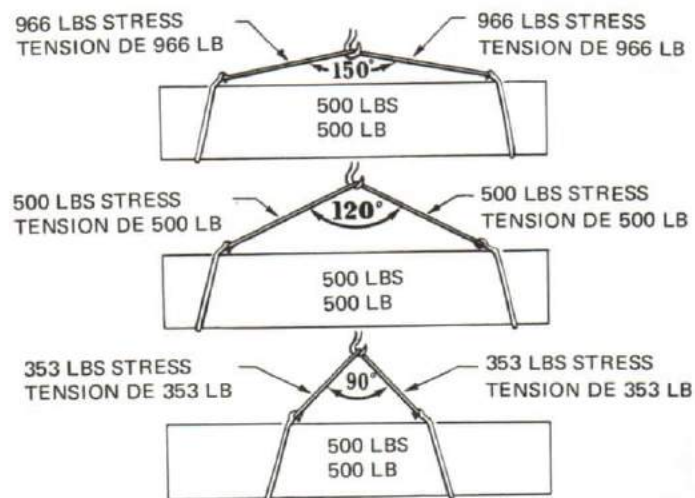

Figure 11-20
7. One point to remember when using slings is that if there is a splice anywhere in the sling, it should not be allowed to touch either the object being lifted or the hook. An important principle in the use of slings is that the angle between the legs determines the amount of weight each leg carries. It is easily seen in Figure 11-20 that as the angle between the legs gets smaller, the weight each leg has to carry gets lighter.
7. Celui qui emploie une élingue qui a été épissée ne doit jamais laisser l'épissure toucher la charge ou le croc. Un principe important dans l'usage des élingues veut que l'angle séparant les deux brins détermine la charge appliquée à chaque bras. On voit sans peine à la figure 11-20 que la charge appliquée à chaque bras diminue au fur et à mesure que les deux brins se rapprochent.